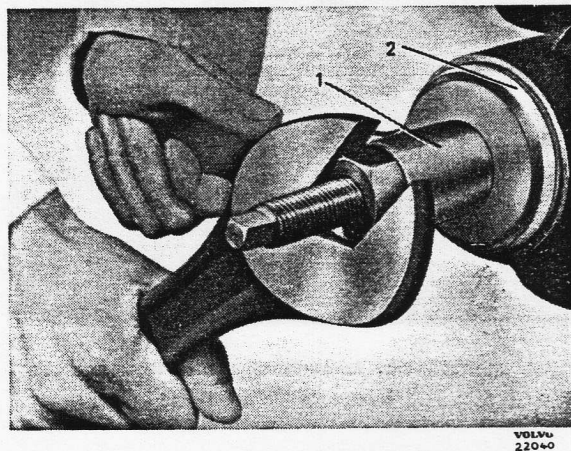

Bild 5-7. Radialdichtring einbauen
3. Neue Papierdichtung einsetzen und Radialdichtring mit einem SVO-Werkzeug einbauen, Bild 5-7. (Siehe Liste der Werkzeuge für die verschiedenen Hinterachsen).